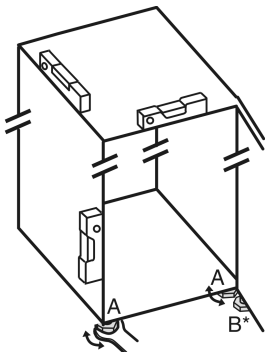

Fig. 51
- ▶ Stelvoetjes Fig. 51 (A) met meegeleverde steeksleutel en met behulp van een waterpas er uit draaien tot het apparaat vast en vlak is uitgelijnd.
- ▶ Stelvoetje Fig. 51 (B) op het lagerblok losdraaien met de bijgeleverde steeksleutel totdat deze op de vloer rust.
- ▶ Stelvoetje Fig. 51 (B) 90° verder draaien.